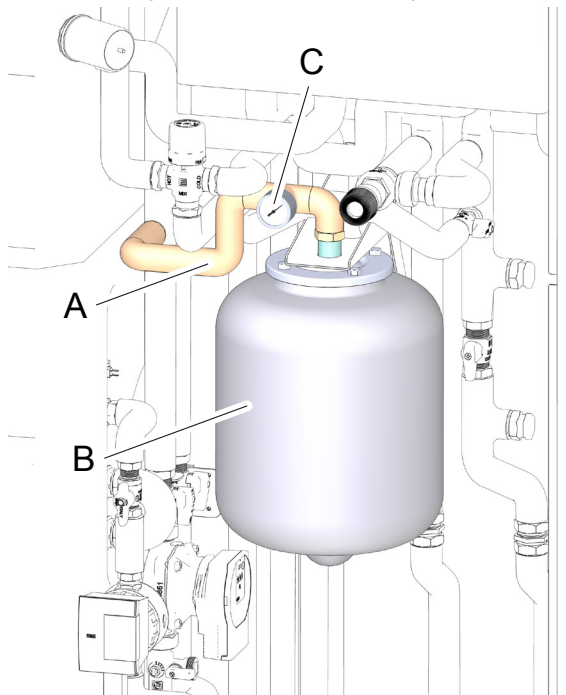

fig. 52 -
- tubazione cod. 3841T340 (part. A "fig. 52 -")
- vaso di espansione solare 18 litri (part. B "fig. 52 -") avendo cura di bloccarlo con una ghiera sulla staffa di supporto
- idrometro (part. C "fig. 52 -")